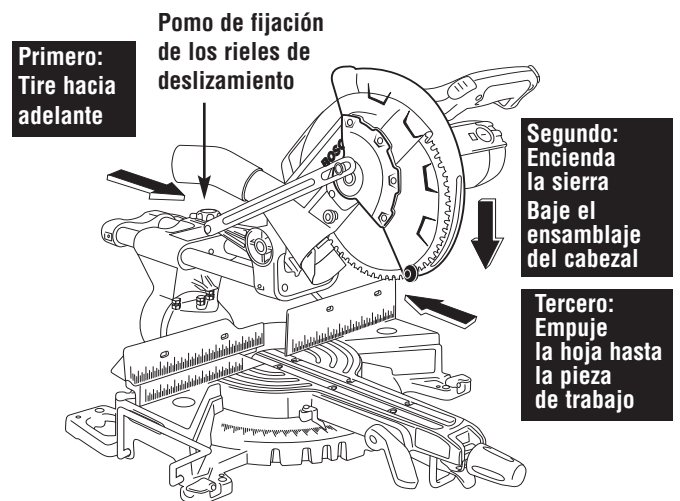

Figura 27. Corte deslizante
2. Afloje el pomo de fijación de los rieles de deslizamiento (Figura 27).
3. Agarre el mango con interruptor y tire del ensamblaje del cabezal alejándolo del tope-guía hasta que la hoja no toque la pieza de trabajo o hasta su extensión máxima si la hoja no puede dejar de tocar la pieza de trabajo (Figura 27).